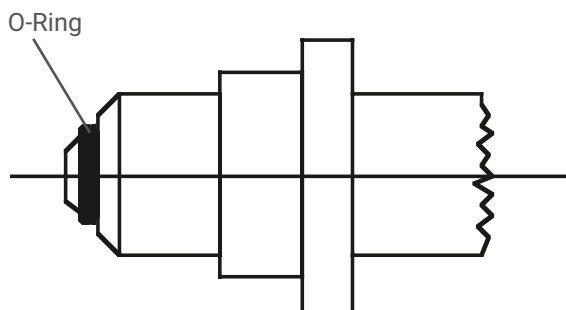

Abb. 8.10 300 bar
- 6.1.6 Verificare che i filetti e le superfici dei raccordi delle valvole della bombola nonché gli anelli di tenuta dei raccordi manuali siano integri e correttamente in sede (si veda fig. 8.10 / 8.11). Collegare i tubi flessibili / tubi a spirale con il raccordo manuale (guarnizione toroidale) serrandoli manualmente senza l'uso di attrezzi alle valvole delle bombole. Prima di collegare il tubo flessibile / tubo a spirale aprire brevemente 1 volta la valvola della bombola e richiuderla, per spurgare eventuali particelle di sporco. Non sostare davanti al foro di uscita della valvola (7) e prestare attenzione che il gas che fuoriesce non rappresenti un pericolo. Provvedere a una buona ventilazione. Non sfiatare gas infiammabili, corrosivi, tossici e irritanti.